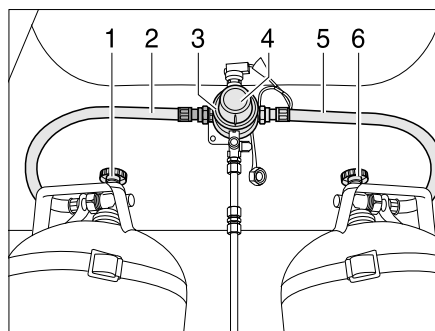
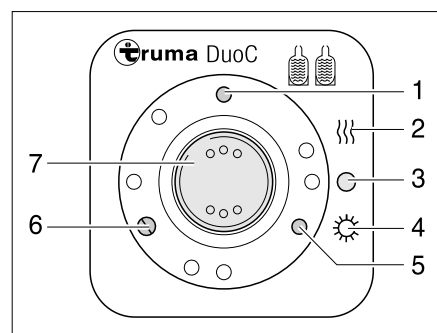

Bild 107 DuoControl-Umschaltanlage
Bild 108 Bedieneinheit
Die DuoControl-Umschaltanlage besteht aus einem Umschaltventil (Bild 107,3) und der Bedieneinheit (Bild 108). Das Umschaltventil ist zwischen den Gasschläuchen (Bild 107,2 und 5) montiert. Mit dem Drehknopf (Bild 107,4) am Umschaltventil kann bestimmt werden, welche der Gasflaschen als Betriebsflasche und welche Gasflasche als Reserveflasche verwendet wird.
An der Bedieneinheit (Bild 108) können nur die elektrischen Funktionen geschaltet werden. Die Haupt-Absperrventile der Gasflaschen (Bild 107,1 und 6) müssen von Hand geöffnet werden.
Das Umschaltventil gewährleistet einen konstanten Gasdruck, unabhängig davon, welche Gasflasche Gas liefert. Die zwei Kontroll-Leuchten an der Bedieneinheit zeigen den Füllstand der Betriebsflasche an. Wenn die grüne Kontroll-Leuchte (Bild 108,6) leuchtet, ist die Betriebsflasche voll. Wenn die rote Kontroll-Leuchte (Bild 108,5) leuchtet, ist die Betriebsflasche leer. Die Gasversorgung erfolgt dann über die Reserveflasche.
- Die Haupt-Absperrventile an den Gasflaschen (Bild 107,1 und 6) öffnen.
- Mit dem Drehknopf (Bild 107,4) am Umschaltventil (Bild 107,3) die Gasflasche wählen, der vorrangig das Gas entnommen werden soll (Betriebsflasche). Den Drehknopf immer bis zum Anschlag drehen.
- An der Bedieneinheit (Bild 108) die DuoControl-Umschaltanlage einschalten. Dazu den Wippschalter (Bild 108,7) auf Winterbetrieb "Ein und Heizen" (Bild 108,2) oder auf Sommerbetrieb "Ein" (Bild 108,4) stellen. Das Umschaltventil ist jetzt entlüftet. Die gelbe Kontroll-Leuchte (Bild 108,1) leuchtet, wenn Winterbetrieb gewählt wird und die Regler-Enteisungsanlage eingeschaltet ist.
- Den Wippschalter (Bild 108,7) auf "O" (Bild 108,3) stellen. Die gelbe Kontroll-Leuchte (Bild 108,1) erlischt.
- Die Haupt-Absperrventile an den Gasflaschen (Bild 107,1 und 6) schließen.
Die Kontroll-Leuchten an der Bedieneinheit (Bild 108,5 und 6) signalisieren im Fahrzeuginneren, ob die Betriebsflasche betriebsbereit ist.
Wenn die grüne Kontroll-Leuchte (Bild 108,6) während des Betriebs erlischt und die rote Kontroll-Leuchte (Bild 108,5) aufleuchtet, ist die als Betriebsflasche gewählte Gasflasche leer und muss gewechselt werden. Die Reserveflasche versorgt die Gasverbraucher weiterhin mit Gas.